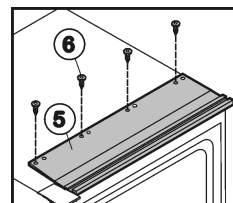

Fig. 31
- Atornille el perfil de montaje superior Fig. 31 (5) con los cuatro tornillos Fig. 31 (6) por los agujeros previamente perforados en el perfil y el aparato.